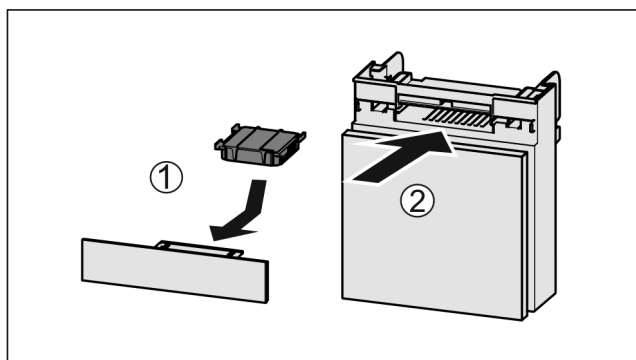

Fig. 208
- ▶ Filtr s aktivním uhlím vložte podle vyobrazení Fig. 208 (1).
- ▶ Zásuvku zasuňte Fig. 208 (2).